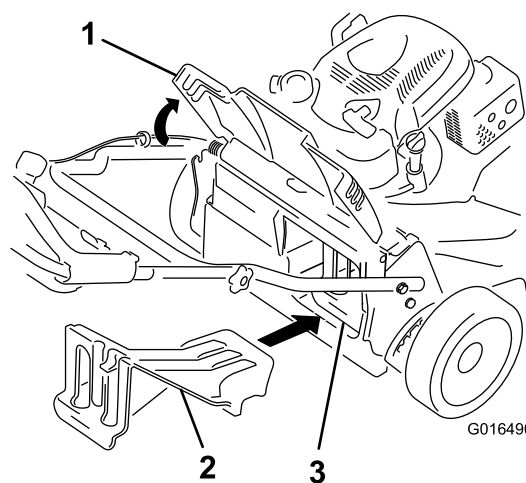

Figure 24
- Si l'obturateur d'éjection arrière n'est pas installé, saisissez-le par la poignée, relevez le déflecteur arrière et insérez-le dans la goulotte d'éjection arrière jusqu'à ce que le dispositif de verrouillage s'enclenche; voir Figure 24.
**Important:** Assurez-vous que l'obturateur de l'éjecteur arrière est en place avant de procéder au recyclage (Figure 24).